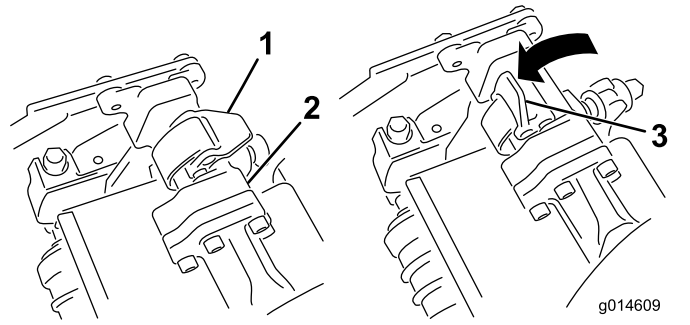
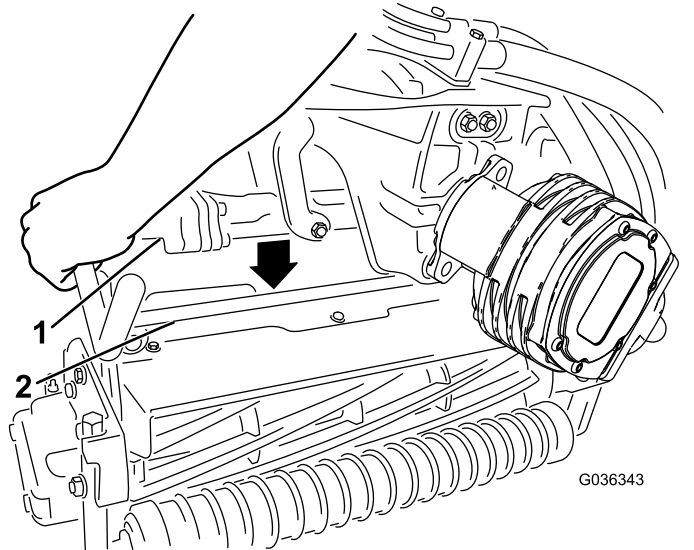

图 62
图 63
4. 打开滚刀组悬挂臂杆上的闭锁 图 62 将悬挂臂向下推使臂杆放到滚刀组的两个旋转臂上并确保闭锁穿到滚刀组横杆的下方 图 63。
5. 向下并绕着滚刀组横杆关闭闭锁将它们锁定到位 图 62。
6. 打开您正在拆下的滚刀组悬挂臂上的门锁 图 62。